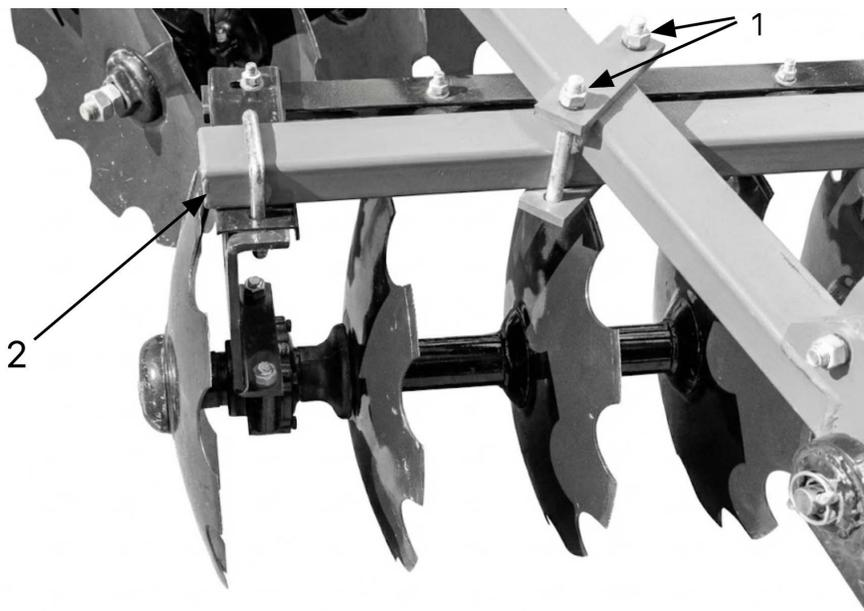

Рис. 4 Изменение угла атаки бороны
1. Ослабить гайки (поз. 1) крепления стремянок соответствующей батареи (рис. 4).
2. Передвинуть несущий брус (поз. 2) (рис. 4) крепления батареи сферических дисков на необходимый угол.
4. Затянуть гайки (поз. 1) крепления стремянок соответствующей батареи (рис. 4).